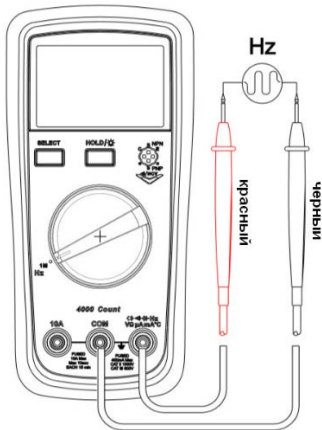

Рисунок 5
9.18. Измерение частоты (см. рисунок 5)